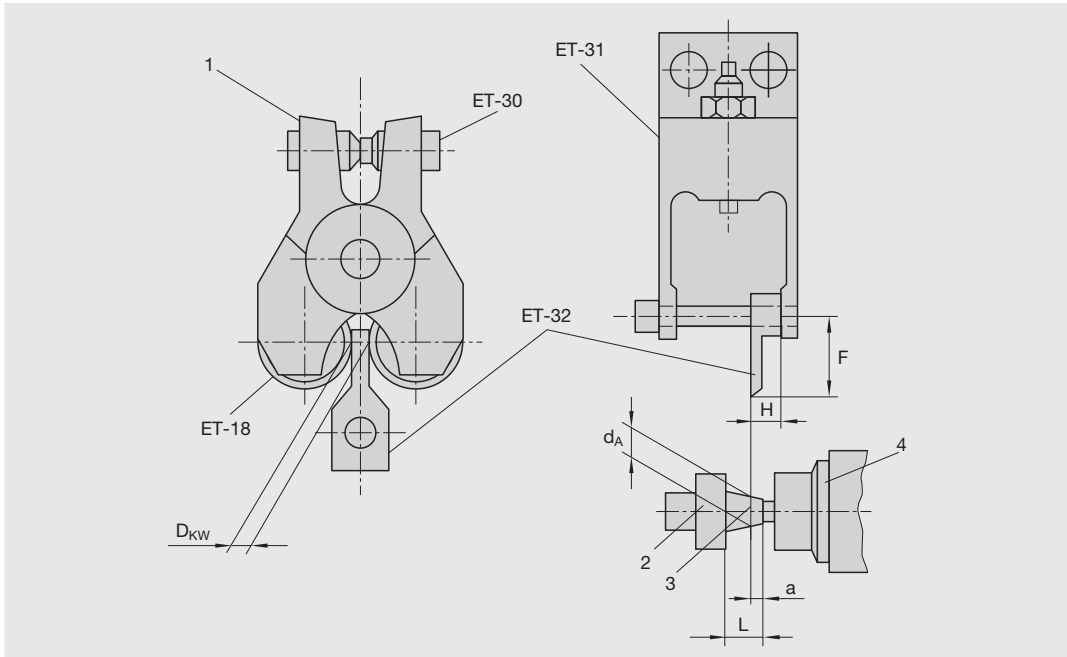

Abb. 20: Verwendung der Einstellehre bei konischen Gewinden
Zum Einstellen des Achsabstands (siehe auch Kapitel 5.1.5) legen Sie die Einstellehre (ET-32)3 im Bereich des größten Rollen-Ø zwischen die beiden Gewinderollen (ET-18), siehe Abb. 20-links. Verstellen Sie den Achsabstand mit den Gewindestiften (ET-30) bis die Einstellehre in diesem Bereich genau zwischen die Gewinderollen passt.
In Abb. 20-rechts ist das Werkstück (2) in der Spannzange (4) der Maschinenspindel dargestellt. Zum Einstellen der Rollposition (siehe hierzu Kapitel 6.3) für ein konisches Gewinde muss sichergestellt werden, dass die Einstellehre das Werkstück (2) auf der Bezugsebene (3) des konischen Gewindes berührt. Diese befindet sich auf dem Werkstück im Abstand  $a$  vom Gewindeanfang. Setzen Sie die Einstellehre (ET-32) so in den Rollkopfhalter (ET-31) ein, dass die Bundfläche auf der Seite im Rollkopfhalter aufliegt, an der sich ansonsten die kurze Armseite des Tangentialrollkopfs4 befindet. Das Höhenmaß  $H$  der Einstellehre stellt sicher, dass sich die Spitze der Einstellehre dort befindet, wo auch später die Bezugsebene der Gewinderolle ist. Nun können Sie den Rollkopf wie in Kapitel 6.3 beschrieben gegen das Werkstück fahren und über das  $F$ -Maß die Rollposition einstellen.